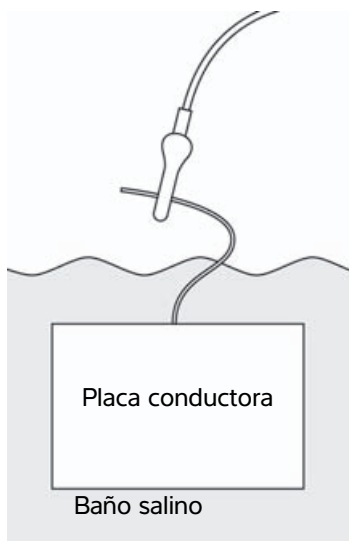

Figura 2 Conexión a la placa conductora
- a Conecte el electrodo negro a la placa conductora en el baño salino tal y como se muestra en la **Figura 2**.